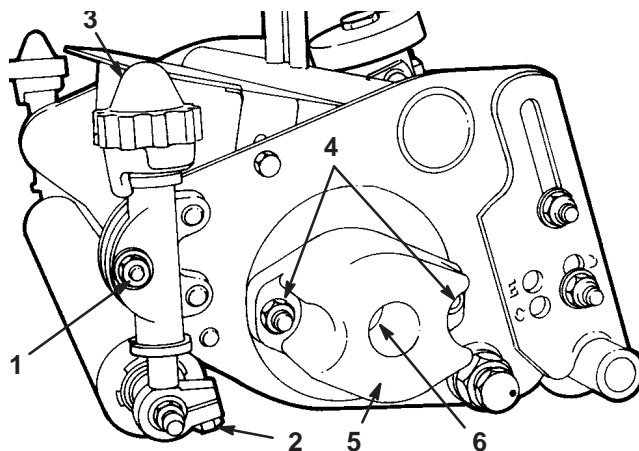

Figure 17
1. Desserrez les contre-écrous de fixation des tiges de réglage à chaque extrémité du plateau de coupe et les boulons de serrage de l'arbre du rouleau (Fig. 17).
2. Tournez les boutons de réglage de la hauteur de coupe jusqu'à ce qu'ils soient séparés des tiges de réglage de hauteur de coupe (Fig. 17). Les boutons sont retenus sur la face supérieure de la rondelle du dispositif de serrage de hauteur de coupe.
2. Le couple de frottement des roulements doit être d'environ 1 Nm (Fig. 17). Il se mesure avec une clé dynamométrique.
- A. Retirez les écrous de fixation du couvercle d'extrémité du contrepois et déposez le couvercle des goujons de montage (Fig. 17).
- C. La clé étant en place, maintenez le cylindre immobile et serrez le gros écrou de réglage du roulement (Fig. 17). Continuez de serrer jusqu'à ce que le couple de frottement sur le cylindre soit d'environ 1 Nm.
1. Déposez le couvercle d'extrémité du contrepois (Fig. 17).
2. Retirez le gros écrou de réglage du roulement à une extrémité de l'arbre du cylindre (Fig. 17) ainsi que l'écrou cannelé spécial à l'autre extrémité.